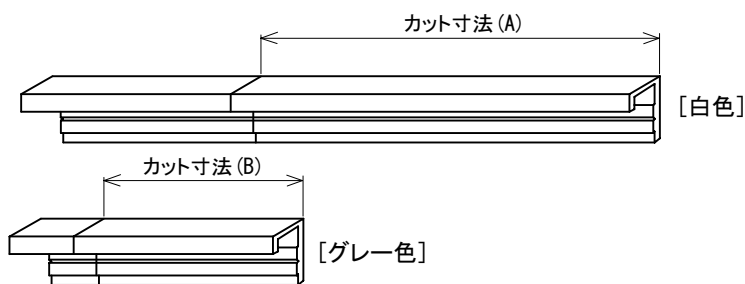

図12-7
①見切り部材(白色とグレー色の計2本)をそれぞれ所定の長さにカットしてください。(図12-7、12-8)